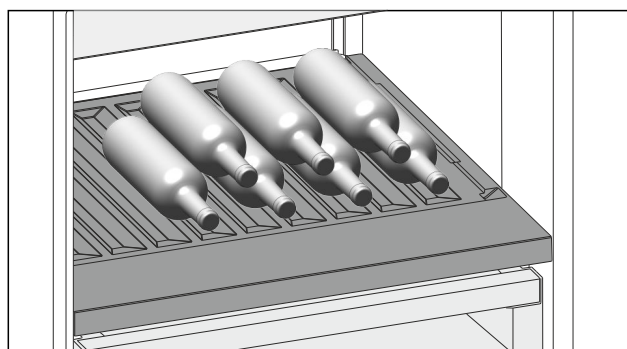

Fig. 93
- Inserire le bottiglie con il fondo rivolto verso la parte posteriore. (vedere Fig. 93)